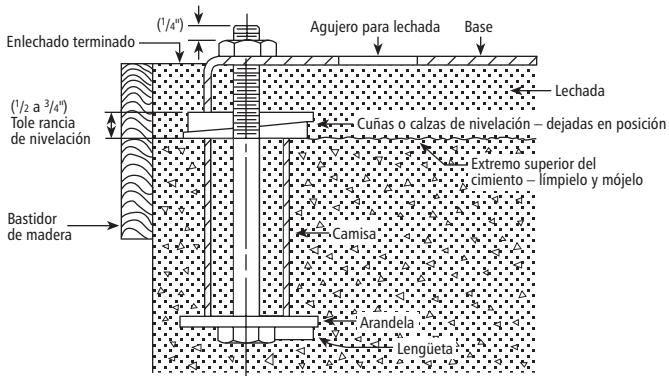

Figura 1
- Se recomienda enlechar la placa de base a un cimiento con zapata sólida, de acuerdo con la Figura 1.
- Tal como se ilustra en la Figura 1, coloque la placa de base sobre cuñas, situando dos cuñas en la ubicación de cada perno de cimentación. Se recomienda un espacio libre de $\frac{3}{4}$ pulg. a $1\frac{1}{2}$ pulg. (19 mm a 64 mm) entre la placa de base y el cimiento para enlechar. Ajuste las cuñas como sea necesario para nivelar la placa de base.